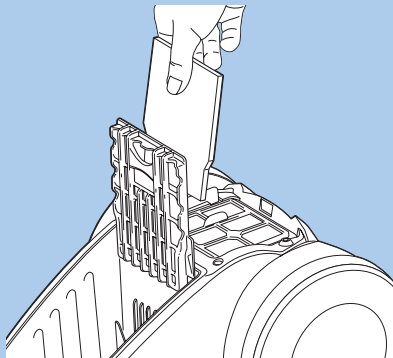

Fig. 8
- 20 A pre-motor filter is included with each package of replacement bags. It is a good idea to replace the filter (see Fig. 8) when you install the last bag from your replacement bag package. Slide the filter frame upward and remove the dirty filter. Install a clean filter and slide the frame back into place.
- 20 Un préfiltre de moteur est fourni avec chaque paquet de sacs de rechange. Il vaut mieux remplacer le filtre (voir Fig. 8) quand on monte le dernier sac du paquet de sacs de rechange. Coulissez le châssis de filtre vers le haut et retirez le filtre sale. Montez un filtre propre et coulissez le châssis de nouveau en place.
- 20 Se incluye un prefiltro del motor con cada paquete de bolsas de reemplazo. Es buena idea reemplazar el filtro (vea la Fig. 8) cuando instala la última bolsa de su paquete de bolsas de reemplazo. Deslice el bastidor del filtro hacia arriba y retire el filtro sucio. Instale un filtro limpio y deslice el bastidor a su sitio.